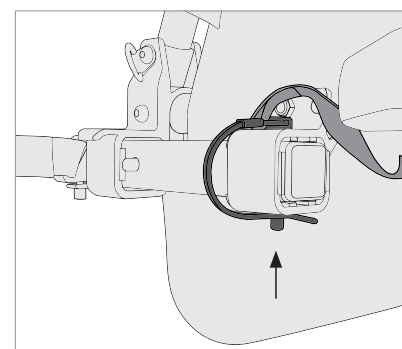

Abbildung 11
3. Bitte vergewissern Sie sich, dass der Halterungsstift fest sitzt, gemäß der Abbildung (Abbildung 11 + 12).